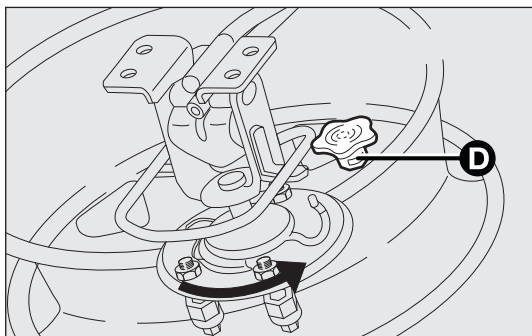

fig. 164
- riagganciare la ruota al supporto ruotandola fino a fine asola (come illustrato in fig. 164) e avvitare il pomello D-fig. 164;